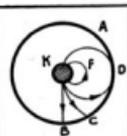

Fig. 3. — Incurvation de la trajectoire électronique en fonction du champ magnétique, produit par un aimant extérieur au tube.
bien la figure 3. En l'absence de champ magnétique, la trajectoire électronique est radiale et l'électron arrive en B sur l'anode. Avec un champ faible, la trajectoire devient tangente en D à l'anode. Pour un champ supérieur, elle ne touche plus l'anode (F).